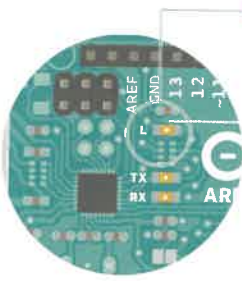

Abbildung 2
- 7 Ein paar Sekunden später solltest Du sehen, wie die mit L markierte LED anfängt zu blinken. Siehe Abb. 2